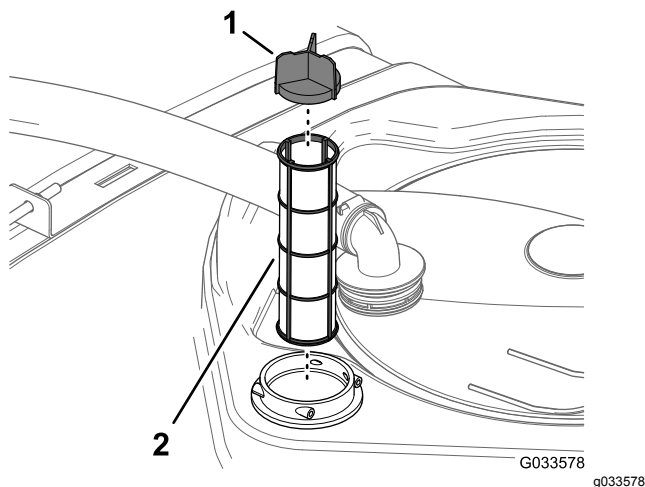

Figura 22
4. Estraiete il filtro di aspirazione dall'alloggiamento del filtro nel serbatoio (Figura 22).